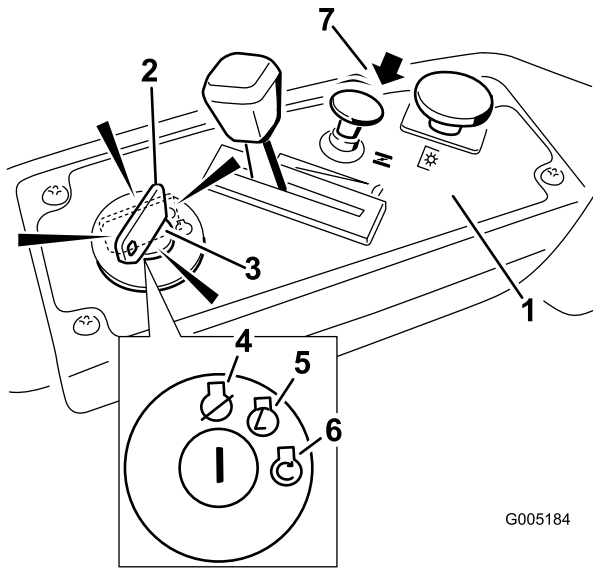

Bild 10
3. Ziehen Sie den Choke heraus, bevor Sie einen kalten Motor anlassen (Bild 10).
4. Drehen Sie den Zündschlüssel auf Start, um den Anlasser zu aktivieren. Lassen Sie den Schlüssel los, wenn der Motor anspringt (Bild 10).
5. Schieben Sie nach dem Anspringen des Motors den Chokehebel langsam rein (Bild 10). Wenn der Motor unregelmäßig läuft oder aussetzt, ziehen Sie den Choke heraus und lassen Sie den Motor für ein paar Sekunden laufen. Drücken Sie den Choke dann rein und stellen Sie den Gasbedienungshebel in die gewünschte Stellung. Wiederholen Sie diesen Vorgang nach Bedarf.
2. Stellen Sie den Gasbedienungshebel zwischen Halb- und Vollgas (Bild 10).